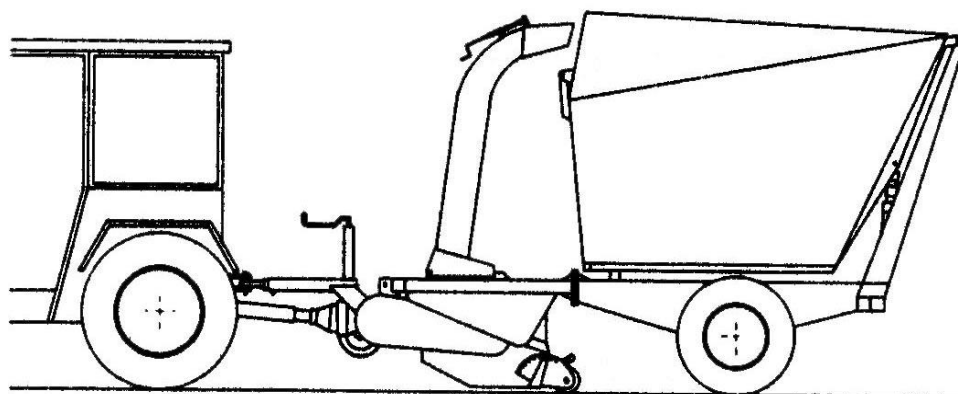

Fig. 9.
1. Længdetilpasning og udmåling af PTO-akslen foretages når maskinen er monteret i traktorens trækgaffel. (Fig. 9)